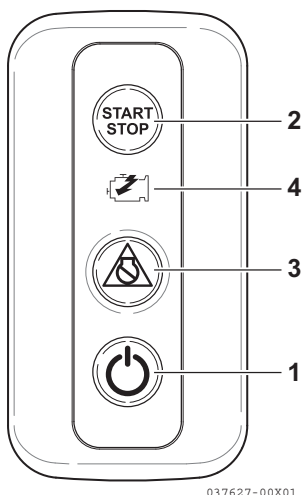

Figure 8
4. Premere l'interruttore di accensione sul quadro interruttori della stazione selezionata (**Figure 8, (1)**).
9. Premere l'interruttore START/STOP del motore (**Figure 8 (2)**) e accendere il motorino di avviamento.